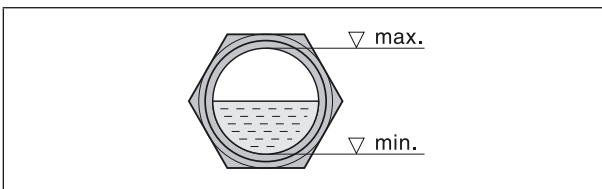

Abb. 6 Ölstand
- b) Nach evtl. Korrektur der Drehrichtung Motor erneut starten und nach ca. 2 Minuten wieder abstellen, um fehlendes Öl bis zur Oberkante des Schauglases (Abb. 6/I) nachzufüllen. Dieses Nachfüllen an der Einfüllstelle (Abb. 2/H) muss wiederholt werden, bis sich alle Ölleitungen vollständig gefüllt haben.